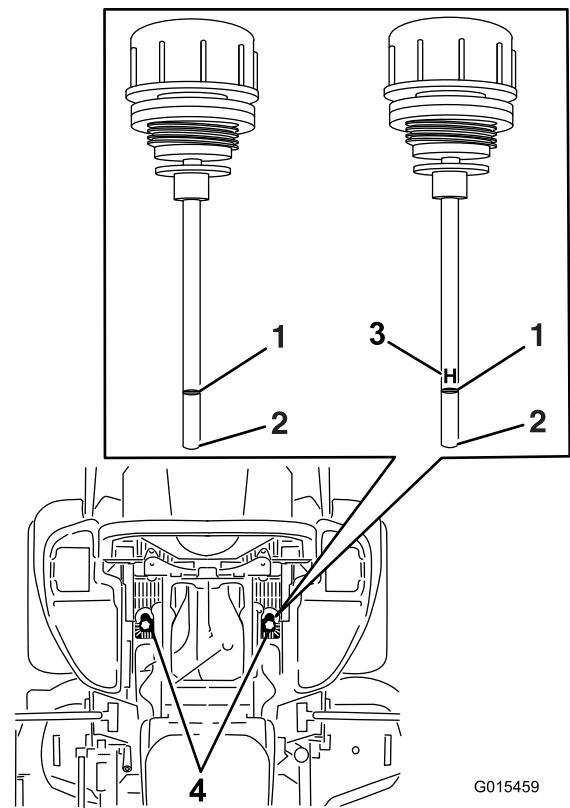

Figure 89
6. Nettoyez la surface autour des jauges des réservoirs du système hydraulique (Figure 89).
7. Sortez une jauge du réservoir hydraulique (Figure 89).
9. Ressortez la jauge et examinez son extrémité (Figure 89). Si le niveau d'huile est au repère minimum, versez lentement la quantité d'huile qui convient dans le réservoir hydraulique pour faire monter le niveau jusqu'au repère maximum (H).